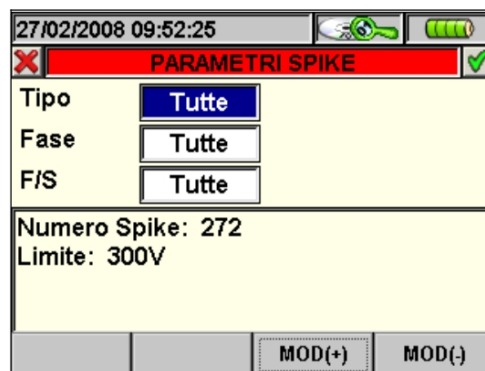

Fig. 125: Parametri Spike
- Il tasto **F2** (o la voce **PARAM** sul display) accede alla pagina che mostra le impostazioni eseguite per gli Spikes (Fig. 125)